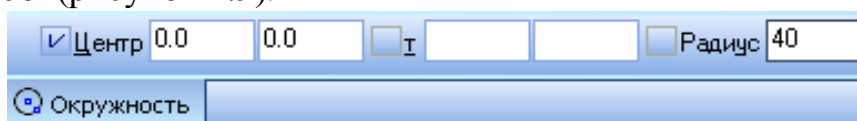

Рисунок 2.9 – Строка параметров Окружности
2. Введите значение центра окружности и размер радиуса в поле *Строки параметров* (рисунок 2.9).